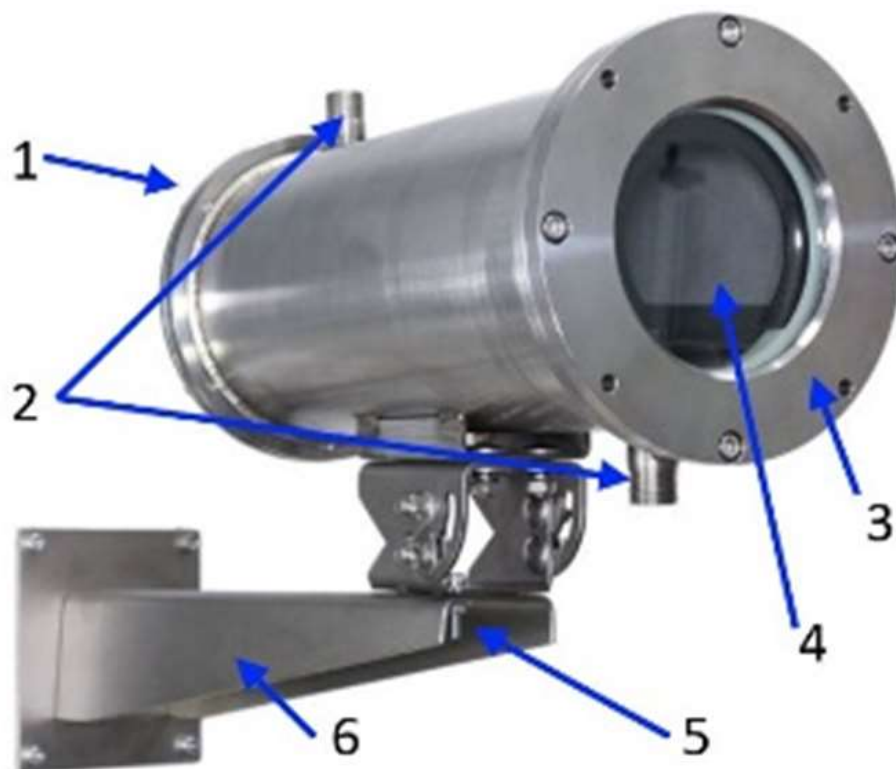

Рисунок 3 – Внешний вид термокожуха
Охлаждение внутреннего пространства термокожуха реализовано по принципу «водяной рубашки», применяемой в системе охлаждения автомобильных двигателей. Роль охлаждающей жидкости выполняет вода. Полая наружная оболочка кожуха имеет 2 штуцера для подключения к водяной магистрали (2), рис. 3. В нижний штуцер оболочки подается под давлением холодная вода. Протекая по полости наружной оболочки термокожуха вода отбирает избыточное тепло и уносит его через верхний штуцер оболочки кожуха. Выход нагретой воды через верхний штуцер обеспечивает гарантированное заполнение всего объема.
- Открутить винт крепления крепежно-юстировочного устройства (5) и отсоединить от него термокожух, рис. 3;
- Определить место установки и закрепить крепежно-юстировочное устройство (6) к рабочей поверхности, рис. 3;
- Установить термокожух на крепежно-юстировочное устройство (6) и зафиксировать при помощи винта (5), рис. 3;